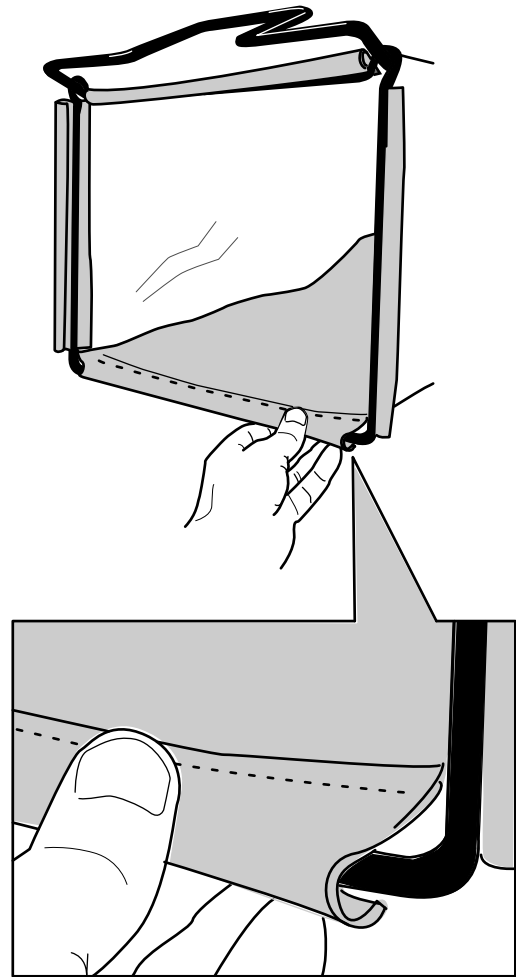

Figura 12
2. Enganche el canal inferior de la bolsa en la parte inferior del bastidor (Figura 12).
3. Enganche los canales superiores y laterales de la bolsa en la parte superior y en los laterales del bastidor, respectivamente (Figura 12).